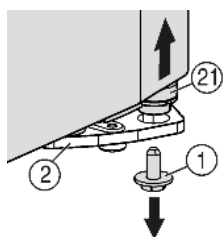
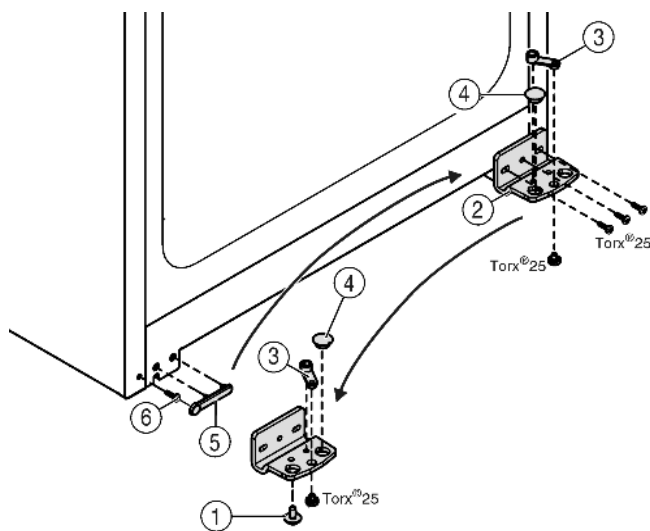

Fig. 4
Fig. 5
- ▶ Na dole po prawej stronie odkręcić śrubę zabezpieczającą Fig. 4 (1) z płytki zawiasu.
- ▷ Trzpień zawiasu Fig. 4 (21) luzuje się w płytce zawiasu Fig. 5 (2).
- ▶ Jeśli trzpień zawiasu Fig. 4 (21) nie poluzuje się, należy wycisnąć go od dołu.
- ▶ Odkręcić płytkę zawiasu Fig. 5 (2).
- ▶ Odkręcić element zawiasu Fig. 5 (3), przełożyć do przeciwległego otworu zawiasu i tam dokręcić.
- ▶ Zatyczki Fig. 5 (4) wyjąć z płytki zawiasu i przełożyć do przeciwległego otworu zawiasu.
- ▶ Ostrożnie podnieść osłonę Fig. 5 (5) od strony uchwytu.
- ▶ Wykręcić śrubę Fig. 5 (6) i ponownie wkręcić po przeciwnej stronie.
- ▶ Ponownie założyć osłonę Fig. 5 (5).
- ▶ Przykręcić mocno płytkę zawiasu Fig. 5 (2) na nowej stronie (z siłą 4 Nm), w razie potrzeby za pomocą wkrętarki akumulatorowej.
- ▶ Śrubę zabezpieczającą Fig. 4 (1) wkręcić w trzpień zawiasu i mocno dokręcić (z siłą 4 Nm).